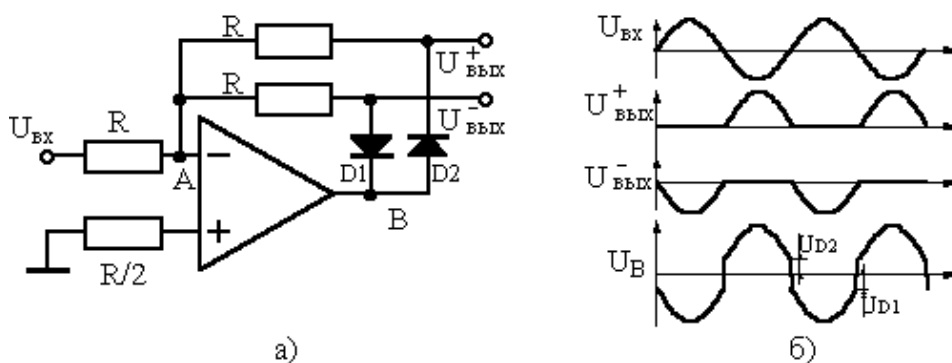

Рис. 10. Однополупериодный выпрямитель
**Прецизионный выпрямитель.** Полупроводниковые диоды непригодны для выпрямления сигналов амплитудой меньше 1 В, так как для получения заметной проводимости на кремниевые диоды нужно подать смещение примерно 0.7 В, а на германиевые около 0.4 В. Применение ОУ позволяет получать выпрямители, хорошо работающие с сигналами до 1 мВ. Схема однополупериодного выпрямителя приведена на рис. 10,а.
Эпюры напряжений, показанные на рис. 10,б, поясняют работу схемы. При положительном входном сигнале ток течет через диод  $D1$ , а при отрицательном — через диод  $D2$ . Рассуждения, полностью аналогичные тем, что проводились при рассмотрении инвертирующего усилителя, приводят к выводу, что коэффициент передачи  $U_{ВЫХ}^+/U_{ВХ}$  равен -1 для отрицательной полуволны на входе, равен 0 для положительной. От характеристик диодов качество выпрямителя практически не зависит, от них требуется только малый обратный ток. Для двухполупериодного выпрямления требуется еще один ОУ для получения суммы  $\{U_{ВХ} + 2 \cdot U_{ВЫХ}^+\}$  (см. рис. 10,б).
Соберите схему по рис. 10,а, добавив в нее цепь балансировки. Величина резисторов R – 10кОм. Подавая на вход синусоидальный сигнал различной амплитуды и частоты, наблюдайте сигнал на обоих выходах. Определите минимальную амплитуду сигнала на частоте 1 кГц и верхнюю частоту сигнала с амплитудой 1 В, при которых форма сигнала на выходе визуально не отличается от рис. 10,б.